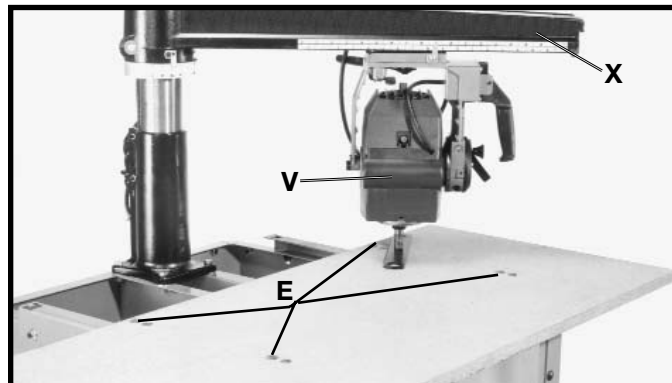
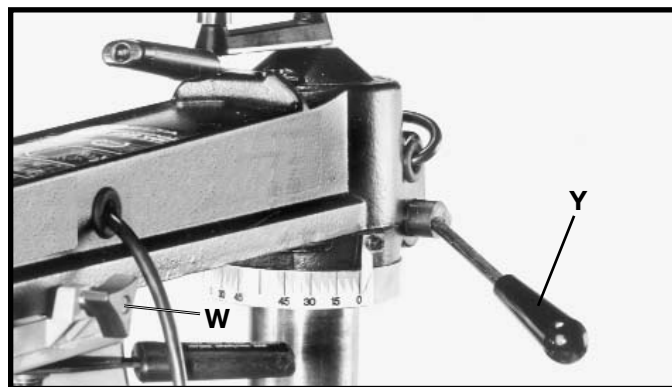
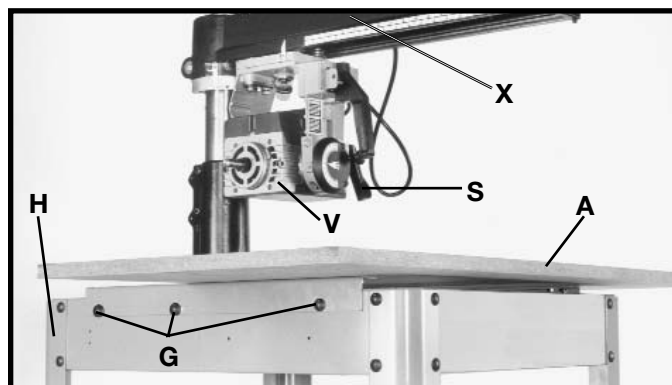

Fig. 26
Fig. 27
Fig. 28
12. Revise la altura de la tabla de la mesa sobre los tres tornillos restantes de ajuste de tabla de mesa (E) Fig. 26 al reposicionar el brazo guía (X) y el ensamblado del cabezal de corte (V) hasta que el punto más alto de la mesa haya sido determinado. **AVISO: ASEGURESE DE QUE LA PERILLA DE ABRAZADERA DEL CABEZAL DE CORTE (W) FIG. 27 Y LA AGARRADERA DE ABRAZADERA DEL BRAZO GUIA (Y) SEAN APRETADOS CUANDO EL EJE DEL MOTOR ESTE SITUADO SOBRE CADA UNO DE LOS TORNILLOS DE AJUSTE. NO CAMBIE LA ALTURA DEL BRAZO GUIA (X) FIG. 26 LUEGO QUE EL TORNILLO MAS ALTO HAYA SIDO DETERMINADO Y LAS CUATRO ESQUINAS DE LA TABLA DE MESA HAYAN SIDO AJUSTADAS.**
13. Posicione el eje del motor sobre las tres esquinas inferiores de la tabla de mesa y ajuste los tornillos de ajuste de la mesa (E) Fig. 26 hasta que la llave del árbol se ajuste correspondientemente entre el eje del árbol y la tabla de mesa en cada ubicación.
14. Una vez que la tabla de mesa (A) Fig. 28 haya sido debidamente ajustada, apriete las tres tuercas (G) en cada lado de la base de la sierra (H) y devuelva el brazo guía (X) y el motor (V) a la posición de 90 grados según lo ilustrado, apretando la palanca de abrazadera de biselado (S) y la agarradera de abrazadera del brazo guía (Y) Fig. 27.